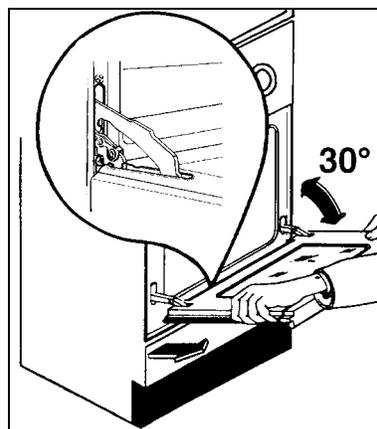

fig.17
- fermez partiellement la porte jusqu' à un angle de 30° (fig. 17).